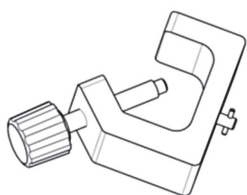

Abb. 4: Halterung für Infusionsständer
- Die Pumpe kann auf einer ebenen Fläche betrieben werden oder mithilfe der Halterung an einem Infusionsständer angebracht werden. Vor dem Einsatz am Infusionsständer stellen Sie sicher, dass dieser stabil positioniert ist. Bitte beachten Sie auch die Befestigungshinweise zur Halterung innerhalb dieser Gebrauchsanweisung (Abb. 4 - 6).